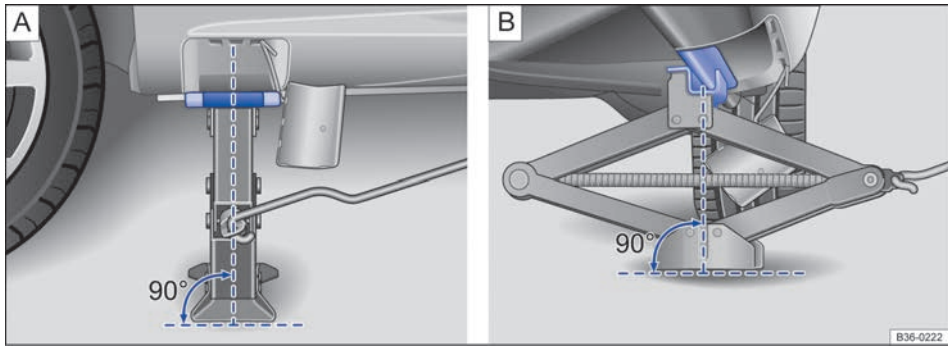

Fig. 323 Gato colocado en el lado izquierdo del vehículo, en la zona trasera.
9. Asegúrese de que toda la base del gato descansen firmemente sobre el suelo y de que se encuentre exactamente debajo del punto de apoyo en vertical → fig. 323.
10. Centre el gato y siga subiéndolo con la manivela hasta que la garra sujete el refuerzo de debajo del vehículo → fig. 323.
- Coloque el gato únicamente en los puntos descritos. La garra del gato deberá sujetar bien el refuerzo del larguero inferior → fig. 323.